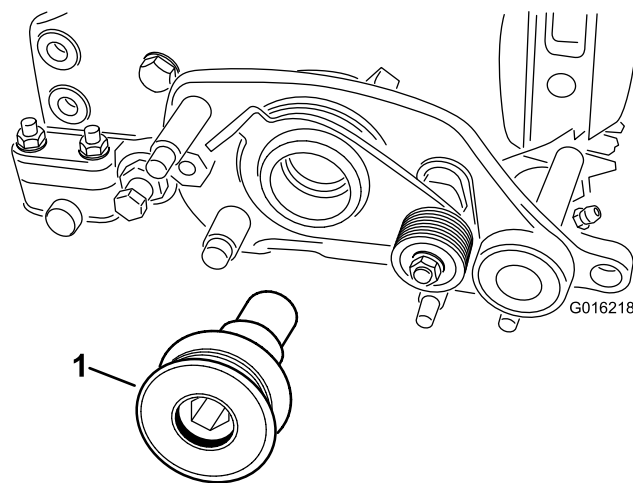

Figura 8
19. Prenda a polia da transmissão do rastelo ao eixo do cilindro (Figura 8) e aperte-a com 170 N m.